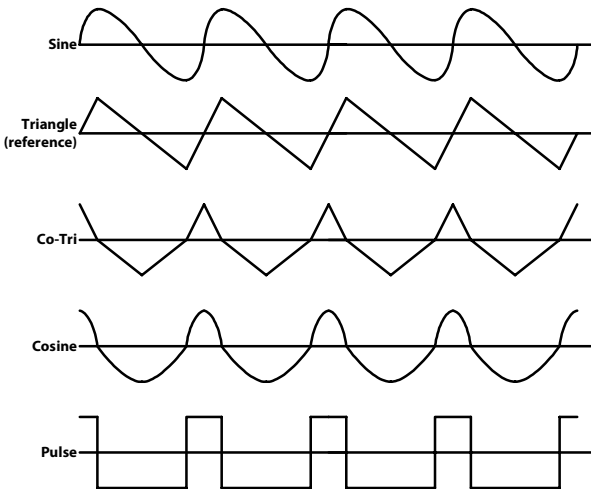

Abb. 5a Der Slope Effekt
zwischen der Anstiegsphase und der Abstiegsphase des Dreiecksignals, wobei die Frequenz konstant bleibt - im Idealfall. Aufgrund von Bauteiletoleranzen und Parameterstreuungen kann es zu leichten Frequenzverschiebungen im Bereich von ein paar wenigen Prozent kommen. **Abb. 5a und 5b** zeigt nun wie sich die Wellenformen mit der Slope Funktion ändern. Wenn der **Regler (9) in der Mitte** steht, wird ein Spannungshub an **CV-Buchse (8)** von ± 5 V benötigt, um denselben Bereich (-5 V fallendes - +5 V steigendes Sägezahn) zu durchfahren. Die Co-Dreieck- und die Cosinusfunktion verändern sich vielleicht überraschend, was daran liegt, dass sie durch Versetzungen der An- und Abstiegsphasen aus dem Ursprungsdreiecksignal neukonstruiert wurden. Die kürzeste Anstiegs- bzw. Abfallzeit des Dreiecksignals (Verformung zum Sägezahn) liegt bei weniger als 25 μ s, woraus sich auch die maximale Oszillatorfrequenz von etwas mehr als 20 kHz ergibt. In diesem Fall bleibt nur noch ein vom Slope-Wert unabhängiges symmetrisches Dreieck/Sinus-Signal übrig.